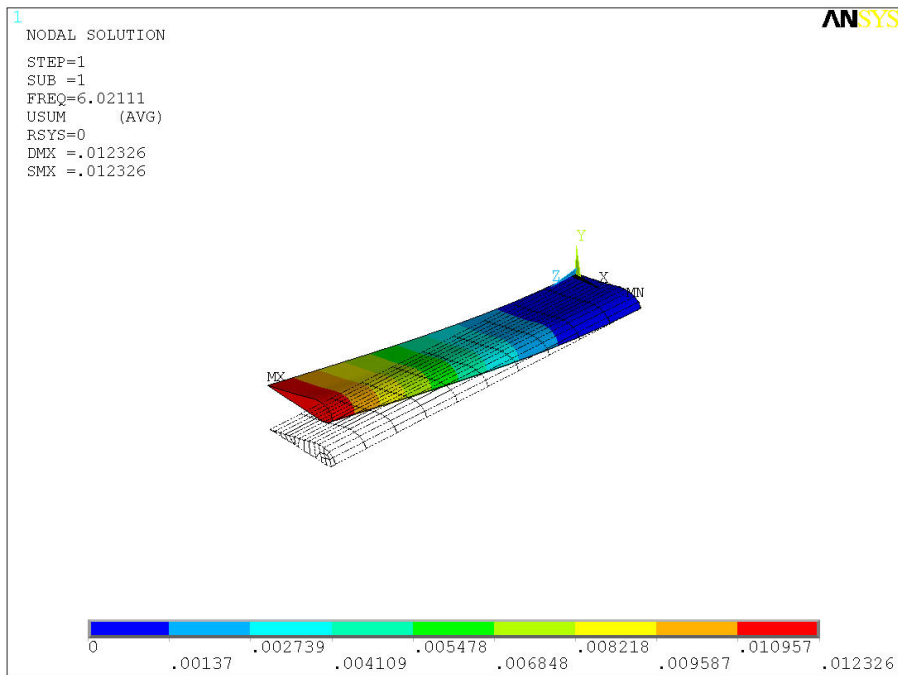
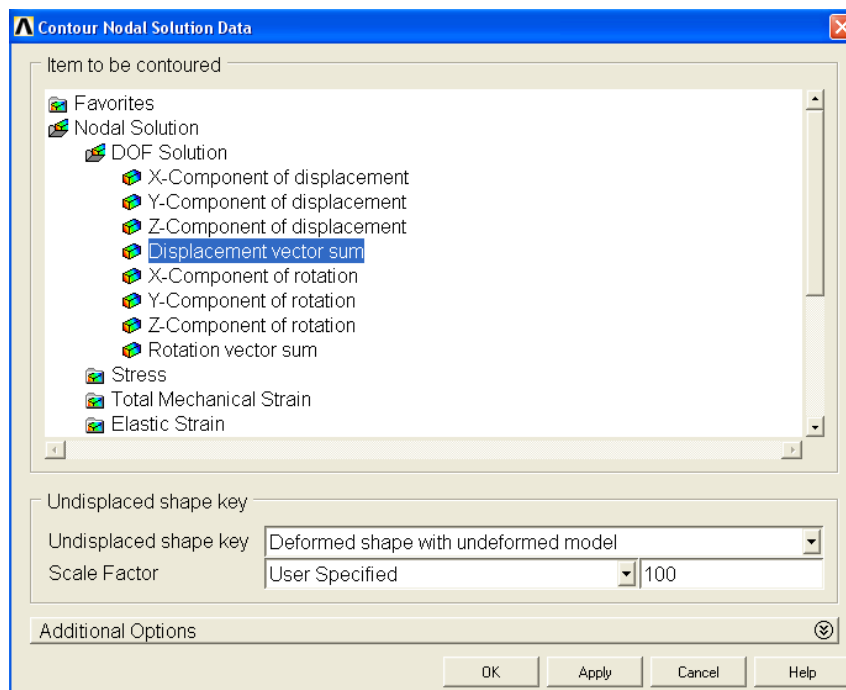

Рис.9.8. Первая форма колебаний крыла
Рис. 9.9. Настройка вывода результатов
2. Выведете на экран первую форму колебаний (рис. 9.8.): **General Postproc** → **Plot Results** → **Nodal Solu** → **DOF Solution** → **Displacement vector sum**. В настройках поставьте масштаб 100, вывод деформированной конструкции с исходной формой (рис. 9.9.)